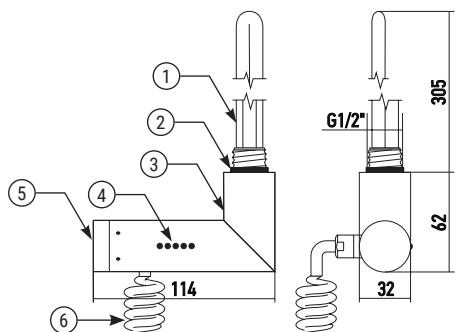
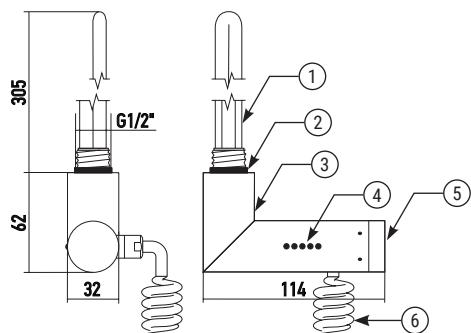

Рис.2
Рис.3
- 6.3. Составные элементы: правый ТЭН (рис. 2) или левый ТЭН (рис. 3).